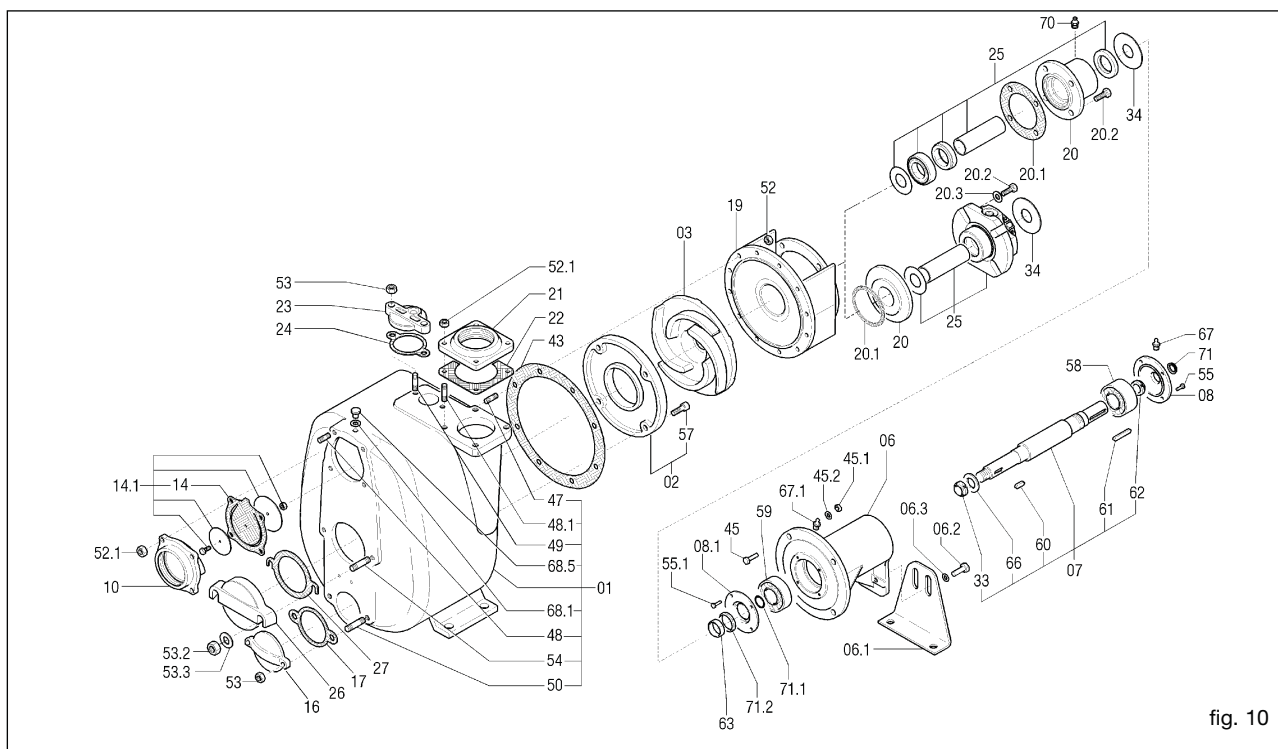

fig. 10
Le tuyau d'aspiration doit avoir un diamètre égal à celui de l'orifice d'aspiration de la pompe (consulter Varisco pour des diamètres supérieurs). Éviter, si possible, les coudes ou les étranglements pouvant limiter l'arrivée de liquide à la pompe. Ne pas monter la soupape de pied car la pompe est équipée d'un clapet anti-retour incorporé (14) (fig. 10).
À titre d'exemple, un dessin éclaté est représenté (fig. 10).
13.2 Remplacement de la turbine (fig. 10)
- Dévisser les écrous (52) et enlever le corps de la pompe en veillant à ne pas abîmer le joint (43).
- Bloquer la turbine (03) et dévisser l'écrou à blocage automatique (33).
- Remplacer éventuellement le joint (43)
13.3 Remplacement de la plaque d'usure (fig. 10)
- Dévisser les vis à tête hexagonale encastrée (57).
- Enlever et remplacer la plaque d'usure (02).
- Remplacer éventuellement le joint (43).
13.4 Remplacement de la soupape (fig. 10)
- Retirer le porte-soupape (10).
- Nettoyer le logement de la soupape du porte-soupape (10) et le remonter.
13.5 Remplacement de la garniture de type 1 - 2 - 3 (fig. 10,11 et 12)
- Bloquer la turbine (03) et enlever l'écrou à blocage automatique (33).
- Retirer le porte-moteur (19). La partie tournante de la garniture (40) montée sur l'entretoise (31) s'enlève automatiquement en même temps que celui-ci.
- Enlever la contre-face (39) ainsi que le joint correspondant (38) du porte-moteur.
- Démontez le pare-huile (41).
13.6 Remplacement de la garniture de type 4 - 5 (référence fig. 10, 13, 14, 15 et 16)
- Dévisser les écrous (52) (fig. 10) et enlever le corps de la pompe en veillant à ne pas abîmer le joint (43).
- Il faut par cela que les cotes A et B des fig. 17, 18, 20 et 21 soient le plus possible égales. Il est donc nécessaire d'utiliser les anneaux de compensation (25.2) (fig. 11) fournis avec la garniture de rechange. Ces anneaux servent à déplacer la turbine vers l'avant au cas où elle soit trop loin de la plaque d'usure frontale ou trop près de celle arrière (quand elle est prévue). Les anneaux de compensation doivent être montés entre l'anneau qui soutient la garniture (25.1) (fig. 11) et la turbine. D'autres ajustements peuvent être faits avec les joints du corps et la plaque d'usure arrière. Le joint (43) (fig. 10) qui a une épaisseur de 0,5 mm permet d'obtenir la distance voulue (fig. 19).
13.8 Entretien des roulements (fig. 10)